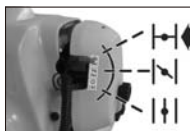

Рисунок 9С
2. Данный инструмент оснащен воздушной заслонкой, которую можно установить в 3 положения: ПОЛНОСТЬЮ ЗАКРЫТОЕ (I+I), НАПОЛОВИНУ ОТКРЫТОЕ (I~I), и РАБОЧЕЕ (I+I). Переведите рычаг воздушной заслонки в ПОЛНОСТЬЮ ЗАКРЫТОЕ положение (I+I). (рис. 9С)